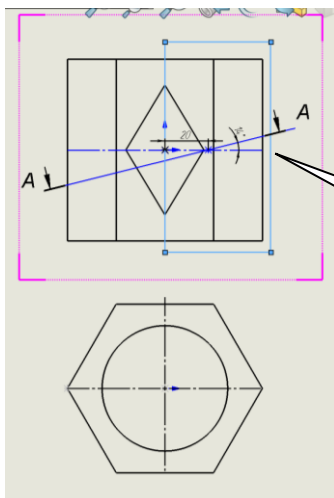

Рис. 43
- натиснути кнопку **Прямокутник** інструментальної панелі **Ескіз** та побудувати прямокутник так, щоб він охопив частину виду, замість якої необхідно отримати розріз (рис. 43);